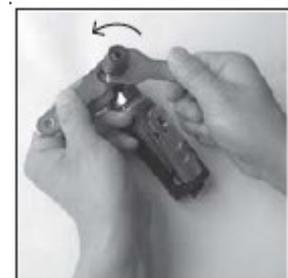

Fig. 2
- Allentare il dado di serraggio **(36)** in senso antiorario a mano o con una chiave mentre si tiene fermo l'asse di rotazione **(33)** con l'altra chiave (vedi Fig. 2).